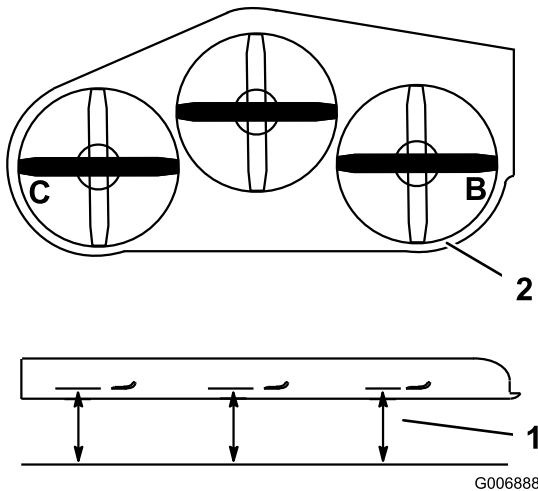

Figure 90
3. Tournez les lames pour les mettre parallèles dans le sens transversal. Mesurez la distance aux points **B** et **C** entre une surface plane et le bord coupant des pointes des lames (Figure 90).